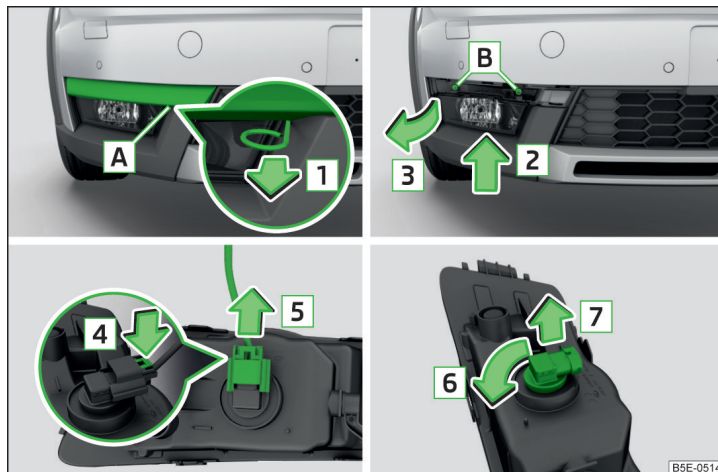

Fig. 241 Demontarea farului de ceață / înlocuirea becului cu incandescență - varianta 2
- › În orificiul [A] » fig. 241, introduceți cârligul pentru tragerea capacelor integrale de roată » pagina 214, Trusa de scule.
- Introduceți farul de ceață în sens contrar săgeții [3] » fig. 241 și înșurubați-l.